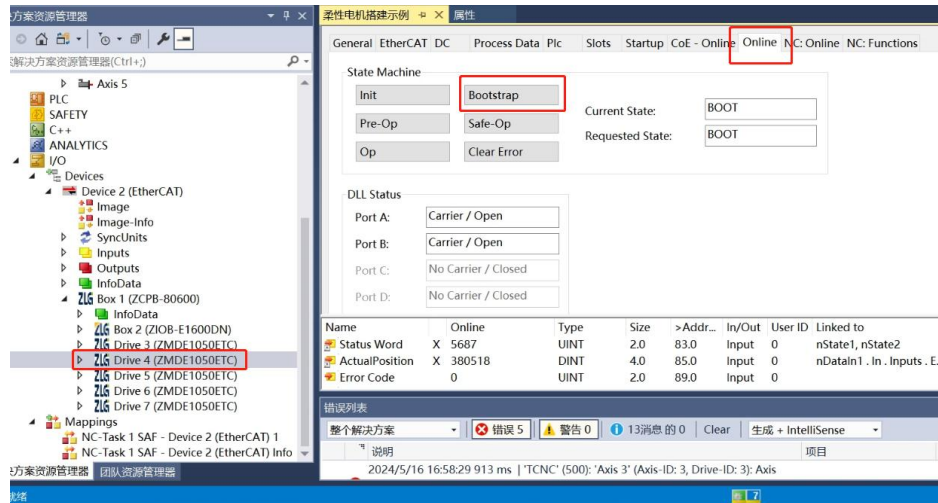

图 4.14 驱动器切换到 Bootstrap 状态
(5) 使用 FoE 功能下载电机参数,选择要更新的电机驱动器从站,将状态机切换到 Bootstrap 模式,如图 4.14 所示。